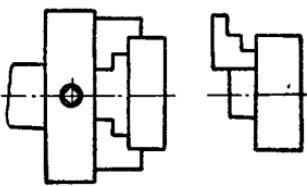

图10 用准确三爪卡盘的卡爪侧面校正工件端面。
(8) 要保证套类零件的两个端面的平行度和与内孔的垂直度，可以采用下面几种方法安装（下面是指一个端面和内孔已车过，而要车另一端面时）：
- (一) 把工件与准确的三爪卡盘卡爪侧面贴平（如图10）。